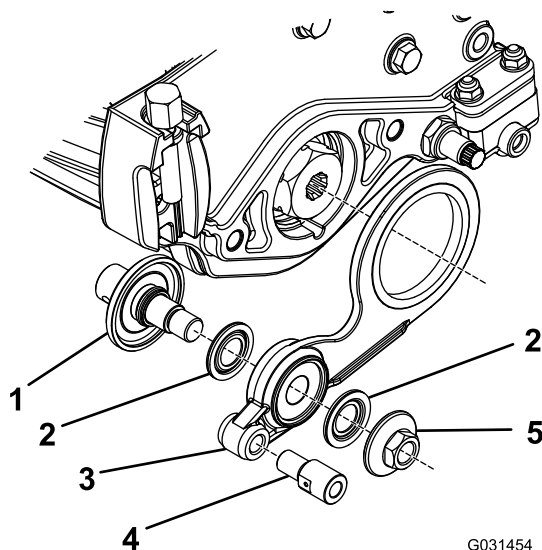

Figura 16
1. Montate le parti sciolte sul gruppo tendicinghia, come illustrato nella Figura 16.
**Nota:** Montate i componenti 1-5 in ordine inverso se state montando il gruppo tendicinghia sul lato opposto nella Figura 16.